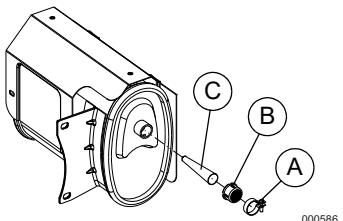

Figura 4-5. Pantalla del dispositivo antichispas
1. Consulte la **Figura 4-5**. Afloje la abrazadera (A) y retire el tornillo.
2. Revise la pantalla (B) y sustitúyala si está desgastada, perforada o dañada de alguna manera. Si la pantalla no está dañada, límpiala con un disolvente comercial.
3. Sustituya la pantalla del dispositivo antichispas (B) y el cono (C). Fíjela con la abrazadera y el tornillo.